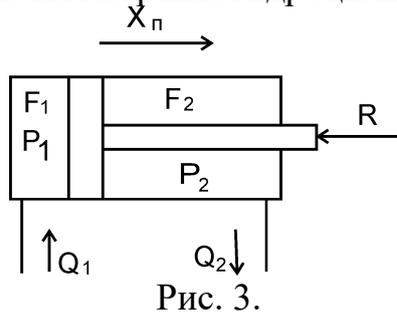

Рис. 3.
1. Составить уравнение движения поршня гидроцилиндра (рис. 3).